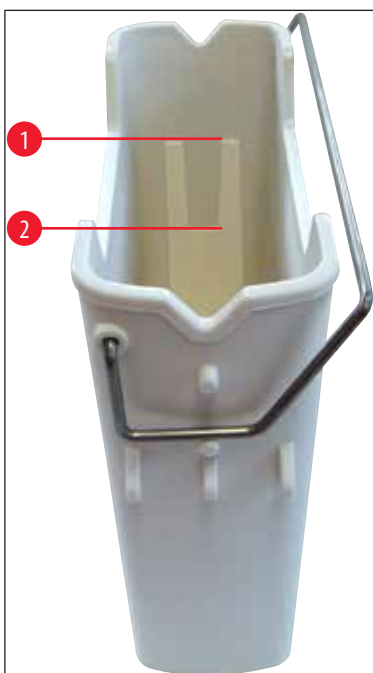

图 17
- » 检查试剂缸手柄是否正确安装到试剂缸。如果未正确安装，则根据(→ 图 17)紧固手柄。